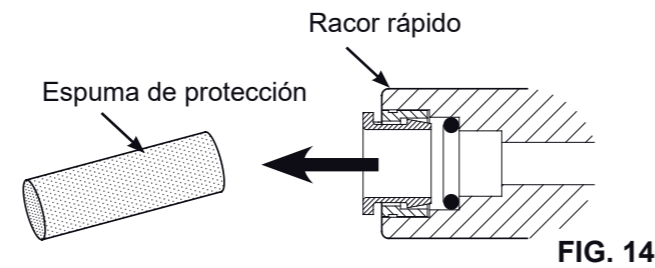

FIG. 14
**NOTA:** Retirar las espumas protectoras antes de conectar los tubos (Cf. Fig. 14). Desechar las espumas.